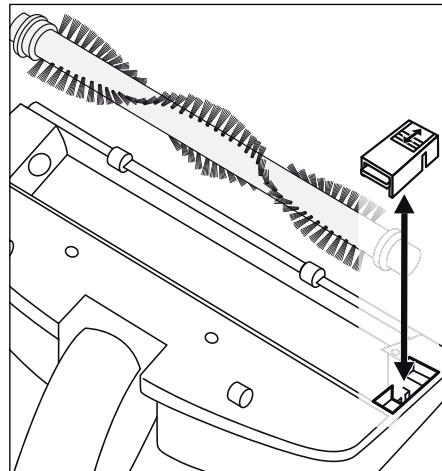

Abb. 4
An der Bürstenrolle **⑭** kann sich mit der Zeit Schmutz, wie z.B. Haare, festsetzen. Um diesen Schmutz zu entfernen können Sie die Bürstenrolle **⑭** ausbauen (Abb. 4).
- 3) Heben Sie die Bürstenrolle **⑭** raus.
- 4) Um die Bürstenrolle **⑭** wieder einzusetzen, schieben Sie zuerst das breite Ende auf die Antriebswelle, so dass die Bürstenrolle **⑭** dort eingehakt ist.
- 5) Dann schieben Sie das andere Ende in die Aufnahme, so dass die Bürstenrolle **⑭** grade in der Bodendüse liegt.